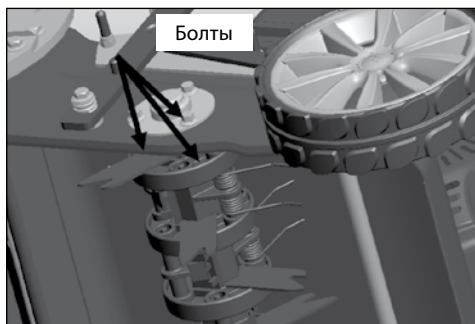

Рис. 13
4. Открутите болты и снимите фиксирующий колпак (рис. 13, 14).